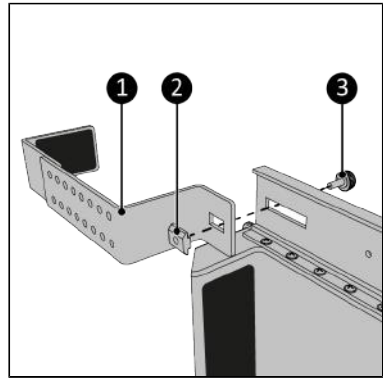

Abbildung 141.
- Schrauben Sie die Halterung (Abbildung 141, Pos. 3) mit der Knopfschraube (Abbildung 141, Pos. 1) an der Hauptschiene in der vorderen Position fest. Stellen Sie sicher, dass Sie die Knopfschraube mit der Gleitmutter verbinden (Abbildung 141, Pos. 2).